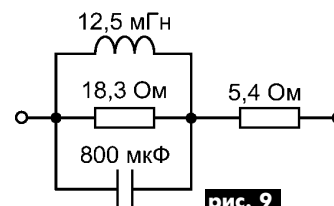

рис. 9
Многообразие всех этих идей говорят об отсутствии стройной теории взаимодействия транзисторного УМЗЧ с такими несовершенными электро-механико-акустическими преобразователями, как динамические громкоговорители. Для пытливого исследователя здесь широкий простор для экспериментов и открытий. Ну а конструкторы УМЗЧ продолжают совершенствовать их в отрыве от реальностей нагрузки, испытывая на эквивалент сопротивлением 4 (8) Ом или в лучшем случае по стандарту IHF A202 (рис.9), а потом удивляются. Ламповые УМЗЧ принципиально обладают ненулевым выходным импедансом из-за неглубокой или вовсе отсутствующей общей ООС и неидеальности выходного трансформатора. Кстати, попробуйте подключить подобный трансформатор на выход транзисторного УМЗЧ, и звук приятно обогатится, несмотря на явное ухудшение объективных характеристик.